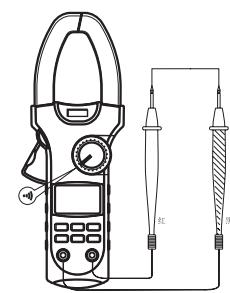

图 6
4. 导通检测 ($\cdot\cdot\cdot$) (见图6)